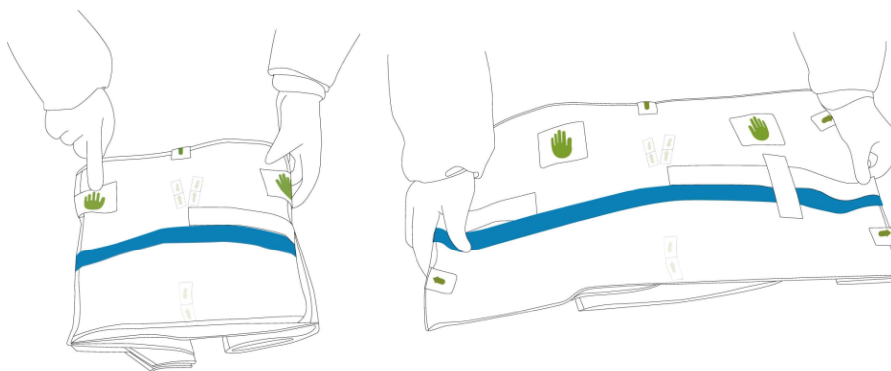

Рисунок 2.1. Складывание по направлению вниз
1. При необходимости отрегулируйте положение каждого манипулятора инструментов таким образом, чтобы обеспечить достаточное пространство, чтобы зачехлить манипулятор инструментов с помощью чехла, при этом чехол должен быть откинут вниз и открыт (рис. 2.1).